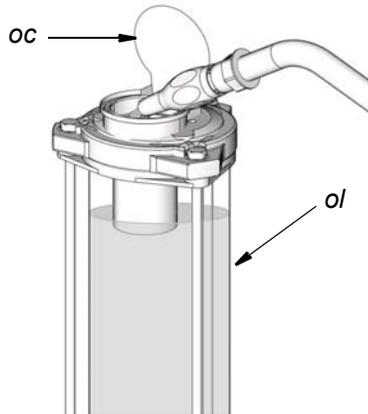

FIG. 5
2. Añada aceite lentamente (*ol*) hasta llenar el depósito (FIG. 5). Procure no llenar el depósito demasiado deprisa para evitar rebosar su capacidad.
3. Cierre la tapa de llenado del aceite (*oc*) para evitar que se contamine o se derrame (FIG. 5).